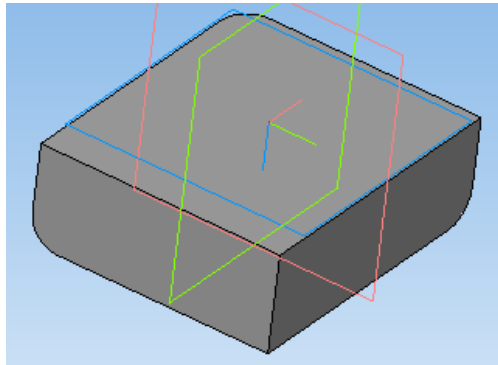

Рис. 2.
6. При помощи команды *Скругление* скруглите три ребра с общей вершиной радиусом 6 мм (ребра для скругления указаны стрелками на рис. 2).